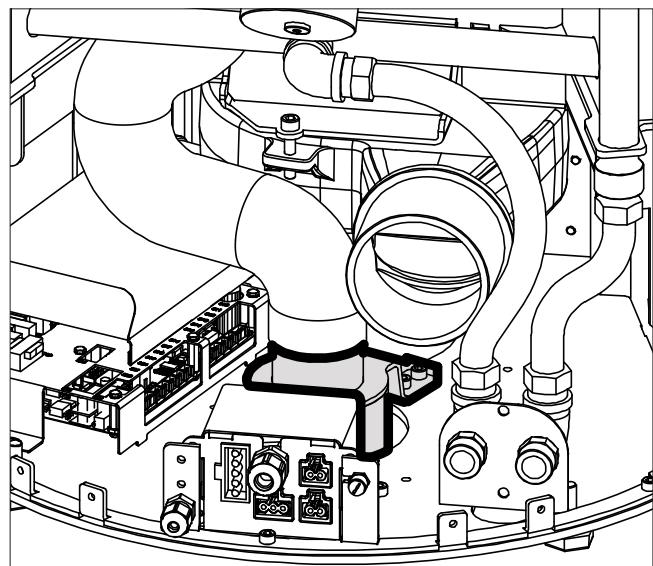

Fig. 2c
- Visser le manchon de raccord à l'air de combustion à la plaque du fond (Fig.2c).